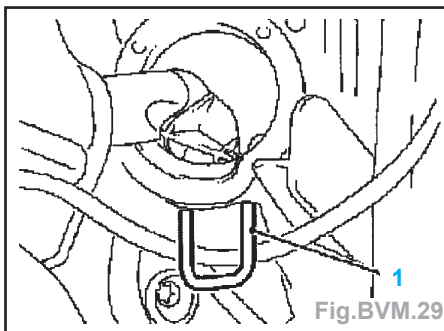

Fig. BVM.29
- Positionner le levier de commande de vitesses sur «Ralenti» et verrouiller en engageant l'agrafe (1) (Fig. BVM.29).
- Extraire l'agrafe (1) (Fig. BVM.29).